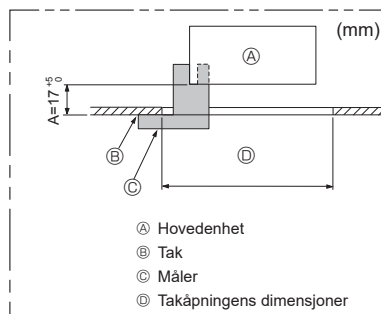

Fig. 3-7
- Sørg for at A gjøres innenfor 17-22 mm. Hvis dette området overskrides, kan det føre til fall og skade. (Fig. 3-7)